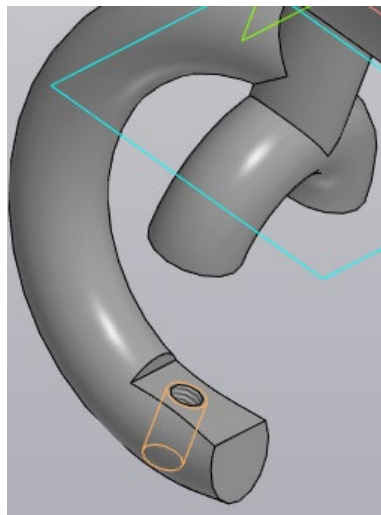

Рисунок 78 – Создание резьбового отверстия
10.18 Создайте сквозное отверстие диаметром 6 мм в нижней части крепления (рис. 78). Обозначьте резьбу командой «Условное изображение резьбы»  с параметрами: стандарт «Метрическая резьба ГОСТ 24705-2004 (ISO 72461993)», диаметр 6 мм, шаг 1 мм, длина «На всю глубину». Направление резьбы правое.